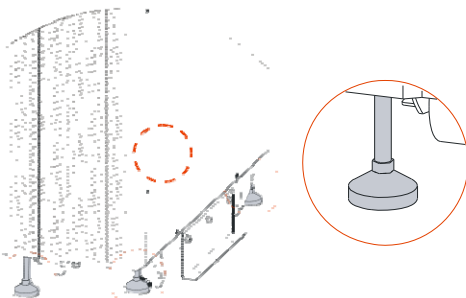

Рис. 3-11 Вкрутите поддерживающие опоры шкафа ИБП 30/30S/40/40S
Step 5 Выровняйте отверстия монтажных кронштейнов по месту установки анкерных болтов. Установите плоскую и гроверную шайбы, вкрутите болты. Затем вкрутите немного поддерживающие опоры шкафа ИБП (только для 30/30S/40/40S), как показано на Рис. 3-11. На этом монтаж ИБП закончен.